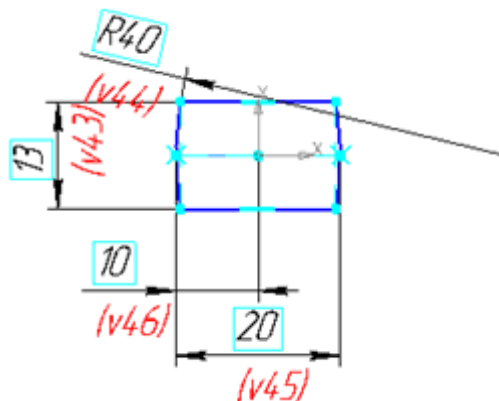

Рис. 11.5. Эскиз 3
4. Выберите Плоскость 2, войдите в режим создания эскиза, постройте **эскиз 3** согласно рис. 11.5.